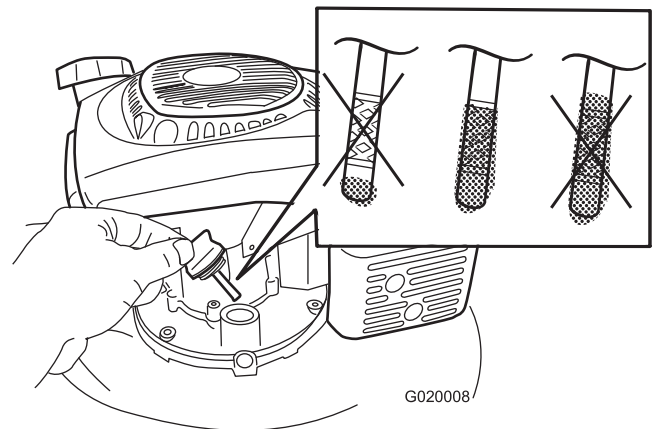

Figure 20
4. Versez de l'huile **lentement** dans le goulot de remplissage pour faire monter le niveau jusqu'au repère du plein (Full) sur la jauge (Figure 20). **Ne remplissez pas excessivement.** (Remplissage max. : 0,65 L (22 oz), type : huile détergente 10W-30 ou SAE 30 de classe de service API SJ ou supérieure.)